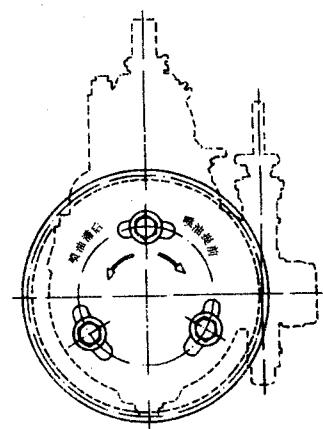

图 2 供油提前角的调整
3、不带提前器时，若供油提前角过大或过小，可取下齿轮室盖上的前盖，松开喷油泵正时齿轮3只腰子孔上的螺栓进行调整，见图2。若提前角过大，可将齿轮上腰子孔相对于紧固螺栓逆时针方向转过一个角度；若提前角过小，可向相反方向转过一个角度。